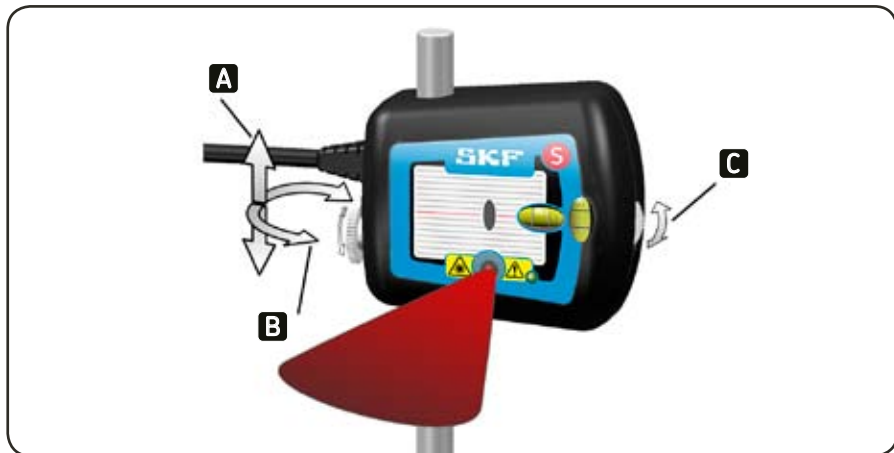

Fig. 10. Mécanisme de réglage
- c) Pour effectuer un réglage grossier, débloque l'appareil de mesure en déverrouillant le bouton situé sur le côté de l'appareil (fig. 10). Cela permet à l'appareil de mesure de glisser le long de la tige vers le haut et vers le bas tout en pivotant librement. Pour le réglage fin de la hauteur, utiliser les molettes de réglage situées sur les appareils de mesure.